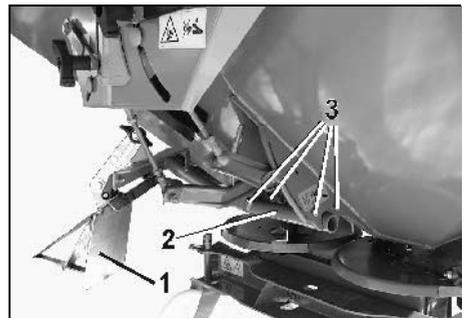

Fig. 69
- Den Holm (Fig. 69/2) vom Grenzstreuschirm (Fig. 69/1) mit den vier Befestigungsschrauben (Fig. 69/3) an der Dachplatte des Zentrifugalstreuers befestigen. Den Holm (Fig. 69/2) vom Grenzstreuschirm (Fig. 69/1) mit den vier Befestigungsschrauben (Fig. 69/3) an der Dachplatte des Zentrifugalstreuers befestigen.